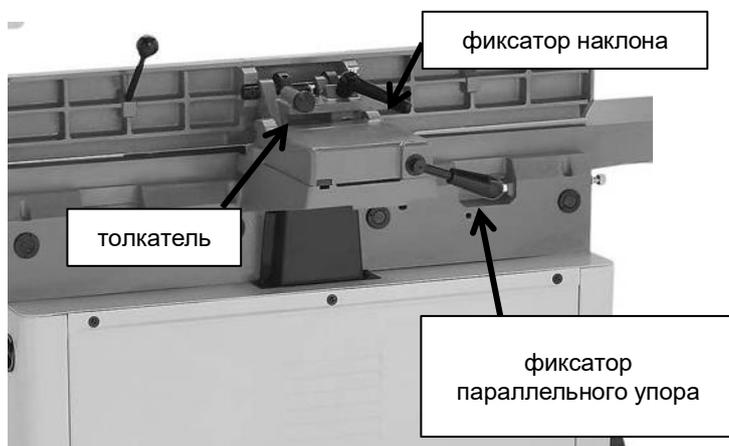

Рисунок 3. Расположение элементов управления ограждением.
**ПЕРЕМЕЩЕНИЕ ПАРАЛЛЕЛЬНОГО УПОРА:** Параллельный упор имеет фиксатор, который удерживает его в нужном положении (см. Рис. 3). Чтобы переместить параллельный упор, ослабьте фиксатор и сдвиньте упор, где это необходимо.
**НАКЛОН ПАРАЛЛЕЛЬНОГО УПОРА:** Фиксатор наклона (см. Рис. 3) фиксирует параллельный упор в любом доступном положении. Рукоятка фиксируется в направляющем кольце, что позволяет легко установить наклон параллельного упора на 90° после его перемещения. Два фиксатора позволяют устанавливать упор под углом 45° внутрь и 45° наружу для обычных срезов под углом 45°. Даже если параллельный упор упирается в ограничители, перед резкой необходимо затянуть фиксатор наклона.